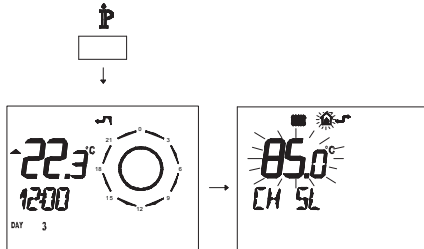

Fig. 5.86
- Premere per più di 3 secondi il pulsante **IP** per entrare in modalità **INFO** (Fig. 5.86).